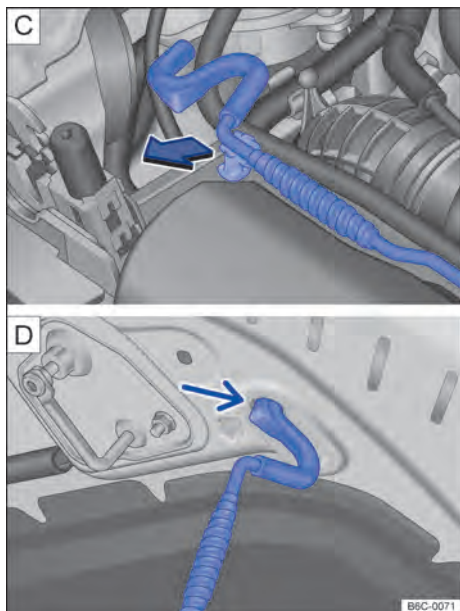

Fig. 185 [C] Haste de sustentação da tampa do compartimento do motor. [D] Tampa do compartimento do motor apoiada na haste de sustentação.
- Retirar a haste de sustentação do suporte no sentido da seta → Fig. 185 [C] e posicionar a na abertura na tampa do compartimento do motor → Fig. 185 [D].
- Retirar a haste de sustentação do furo → Fig. 185 [D] e encaixá-la no suporte do fecho → Fig. 185 [C].